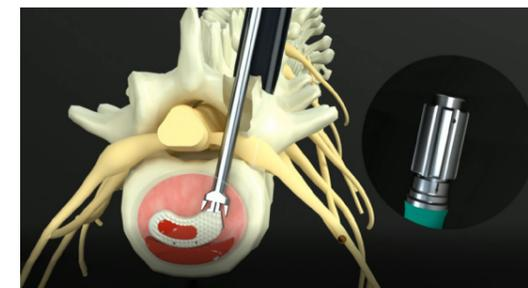

图 10b
- 通过显影针在透视下确认位置与适配程度，融合器的头部应置于靠近锥体前缘处，在轴向转动过程中，确认融合器的位置，融合器的两枚前缘显影针应该重叠为一条直线（图 10b）。